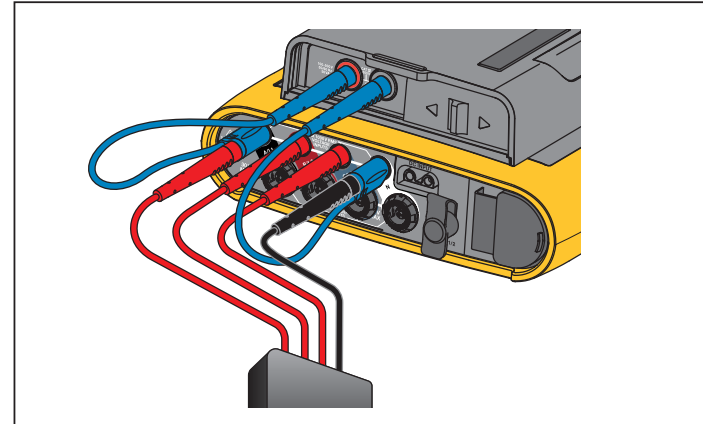

Abbildung 8. Messung mit Neutralleiterspannung und Gerätestromversorgung
- Verbinden Sie N mit dem zweiten Netzteilengang. Siehe Abbildung 8.